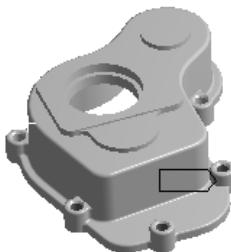

图 2.6.20 命名选择集 adv-selection
(5) 单击 **Generate** 按钮, 完成定义。
(6) 打开 **Graphics** 选项卡, 切换到几何显示界面, 结果如图 2.6.20 所示。